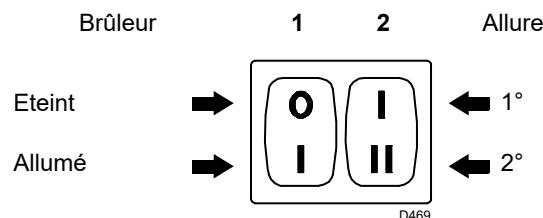
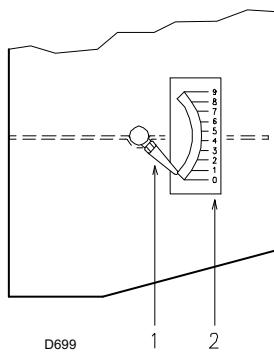
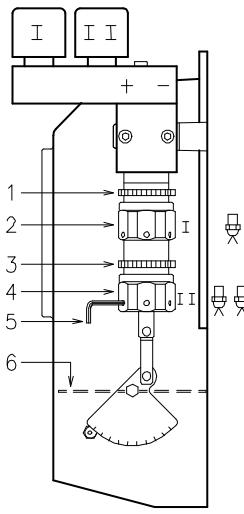

Fig. 19
Fig. 20
Fig. 21
- Faire démarrer le brûleur en fermant les télécommandes et en plaçant l'interrupteur 1)(Fig. 19 page 20) sur la position "ALLUME". La pompe doit tourner dans le sens indiqué par la flèche dessinée sur le couvercle.
- Lorsque le fioul déborde de la vis 3), la pompe est amorcée. Refermer le brûleur : interrupteur 1)(Fig. 19 page 20) sur "ETEINT" et serrer la vis 3).
Mettre l'interrupteur 1)(Fig. 19) sur la position "ALLUME".
Maintenir le brûleur en mode de fonctionnement à 1ère allure en plaçant l'interrupteur 2)(Fig. 19) en position 1ère allure. L'ouverture du volet 6)(Fig. 21) doit être proportionnée au gicleur choisi : le repère 1)(Fig. 20) doit coïncider à l'encoche 2)(Fig. 20) indiqué dans le tableau (Tab. D) Le réglage se fait par rotation de l'hexagone 2)(Fig. 21) :
repère 2,3 (Fig. 20) correspondant au repère 1).
Le réglage fait, bloquer l'hexagone 2)(Fig. 21) avec la bague 1).
N° = Encoche 2) (Fig. 20)
Mettre l'interrupteur 2)(Fig. 19 page 20) en position 2e allure et régler le volet 6)(Fig. 21) en agissant sur l'hexagone 4)(Fig. 21), après avoir relâché la bague 3)(Fig. 21).